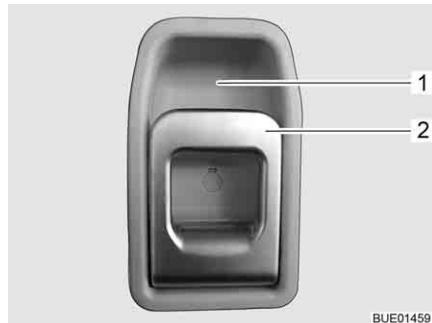

Bild 44 Türschloss Eingangstür, innen
- Am Griff (Bild 44,2) ziehen. Das Türschloss wird entriegelt.
- Den Griff (Bild 44,2) oben in Richtung Griffschale (Bild 44,1) drücken.